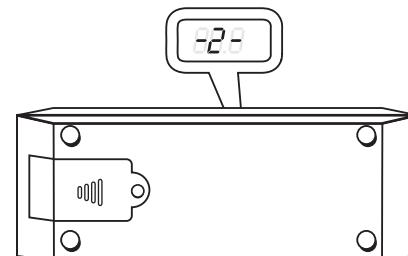

Рис. 4
Разверните прибор на 180° в горизонтальной плоскости так, чтобы ЖК-дисплей находился с противоположной от Вас стороны, надписи на корпусе должны быть в правильном для прочтения положении (не перевернуты). Расположите прибор вдоль той же линии или угла. Нажмите кнопку Ø / СБРОС на экране начнет мигать надпись «-2-» (Рис. 4). Спустя 6 секунд появится результат измерения угла. Калибровка закончена.
- Закройте крышку батарейного отсека и закрутите ее винтом (Рис. 4).